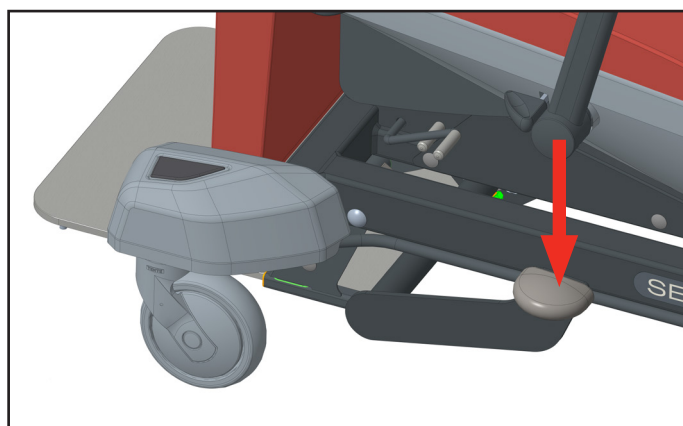

Fig. 13 Subir
- Sitúe la silla en la posición deseada **pulsando el pedal varias veces** (consulte la Fig. 13). El lecho de la silla primero se inclina 25° hacia delante y luego comienza a elevarse.